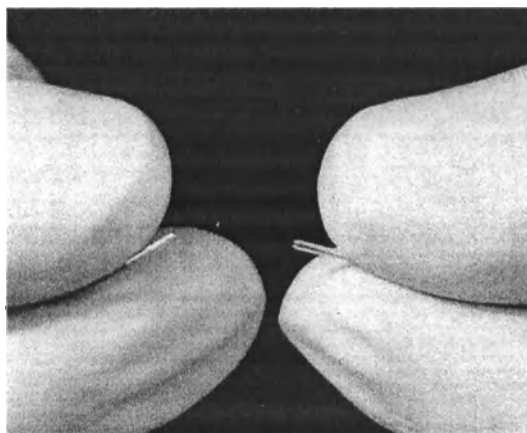

Рисунок 13. Слом волокна по сколу.
- C. Удерживая большим и указательным пальцами каждой руки волокно на расстоянии около 8-10 мм с каждой стороны от отметки скола, сломайте волокно по сколу. *См. Рисунок 13.*